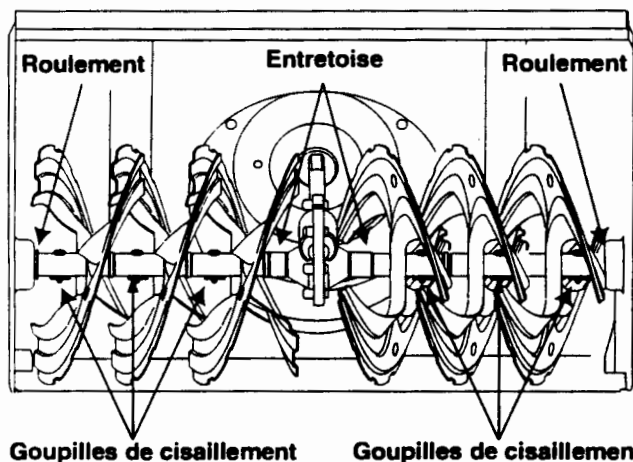

Figure 22- Tarière de 30 po illustrée.
- Enlevez les goupilles de cisaillement sur l'arbre de la tarière, au moins une fois par saison. Vaporisez un lubrifiant à l'intérieur de l'arbre et autour des entretoises. Lubrifiez aussi les roulements à bride trouvés à chaque extrémité de l'arbre de la tarière. Voir la Figure 22.